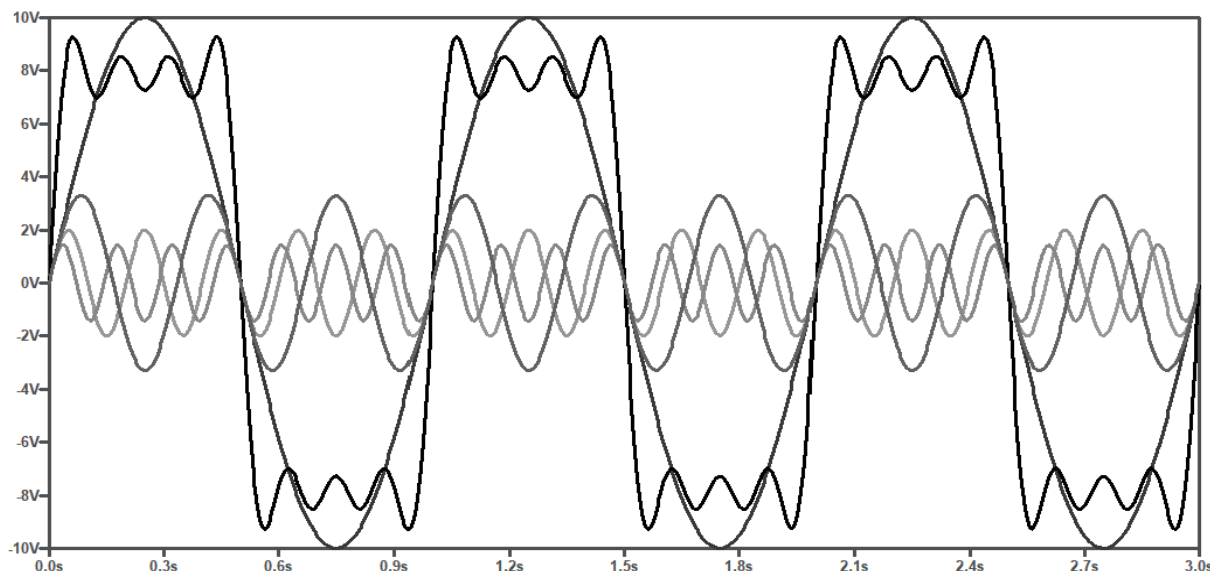

Figure 2.54 Une sinusoïde (la fondamentale) et l'addition d'une infinité d'harmoniques impaires (ici 3, 5 et 7) permettent de reconstituer un signal carré.
- 2.54 *** Voir la **Figure 2.54** qui représente un signal carré, composé de l'addition d'une fondamentale et de 3 de ses harmoniques. L'utilisation d'une infinité d'harmoniques dans des proportions adéquates permettrait de mieux reconstituer le signal carré. Ceci est valable quelle que soit la forme du signal **périodique** non sinusoïdal à constituer.